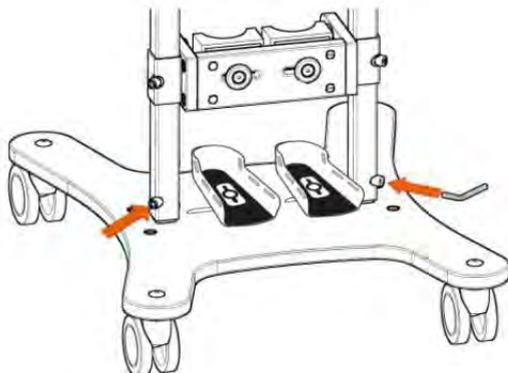

FIG. 13
PASO 5: Coloque la parte superior del montante en el marco del bastidor - fig.13.